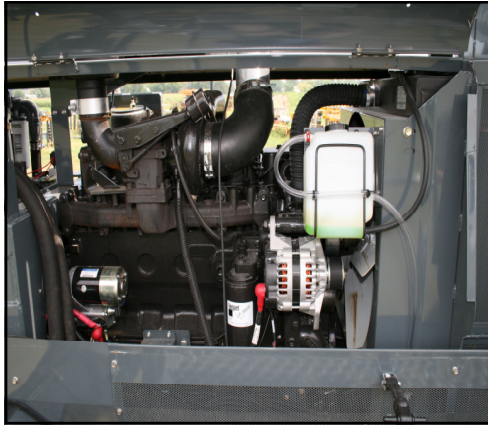

FIG 7.9
**DEPÓSITO DE REFRIGERANTE** - El depósito del refrigerante se encuentra ubicado debajo del capó detrás del radiador(fig 7.9). Revisar su nivel todos los días mientras el motor se encuentra frío. Mantener el nivel del depósito del refrigerante dentro del rango de marcas de frío normal.